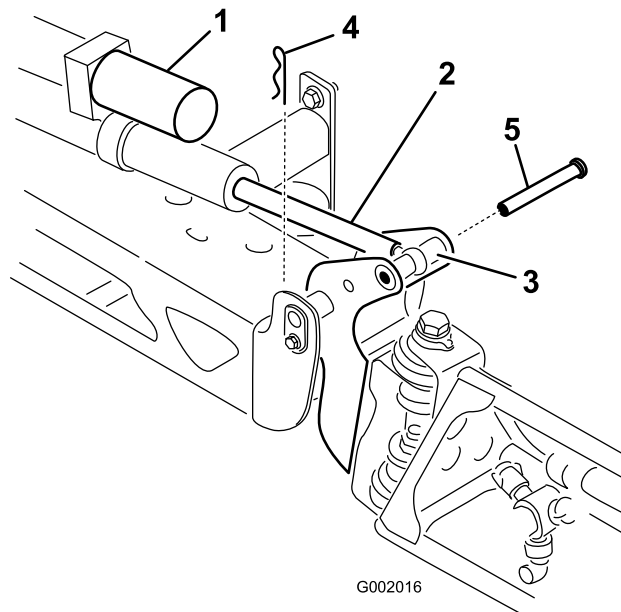

Figura 18
2. Retire o contrapino do pino de articulação (Figura 18).
3. Levante a rampa e retire o pino (Figura 18).
8. Enquanto segura na rampa, insira o pino através tanto da articulação da rampa como da barra do accionador (Figura 18).